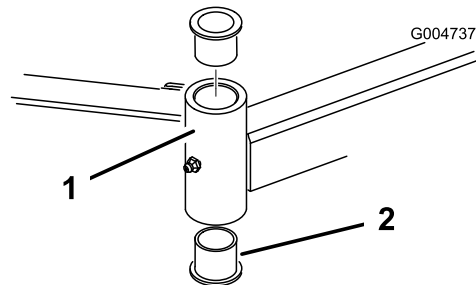

Bild 28
4. Stecken Sie einen Dorn oben oder unten in das Befestigungsrohr und treiben die Büchsen heraus (**Bild 28**). Treiben Sie dann die andere Büchse aus dem Rohr heraus. Reinigen Sie die Innenseite der Rohre.